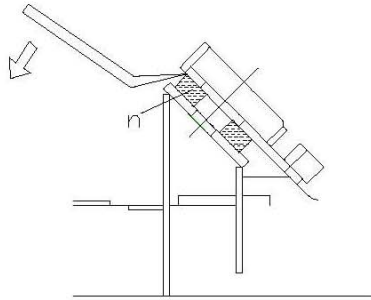
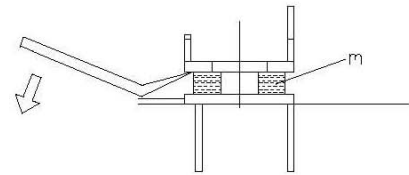

図7
図8
- 6.中マウント(m)3ヶ所 大マウント(n)1ヶ所は、ボール等でエンジンベースを1ヶ所ずつ押し上げ、新マウントと入れ替える。この時、新マウントをエンジンベースの取付穴の中心に合わせる。・・・図7、図8